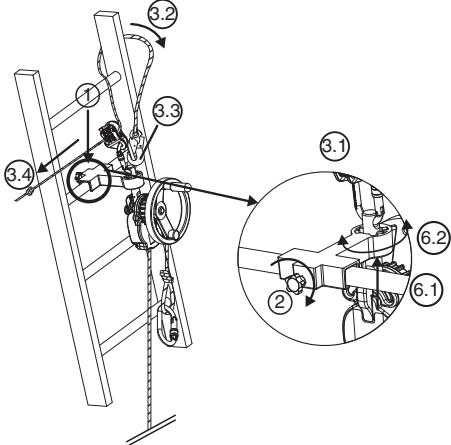

Fig. 7
### 6.3.3 Apparecchio DEROPE™ UP K (Fig. 7)
1. Posizionare la piccola console bloccabile sul piolo della scala nella posizione scelta per effettuare l'operazione di salvataggio, al di sopra della persona da evadere (fig. 7, 1).
2. Stringere l'asse di bloccaggio che si trova dietro la console di appoggio mediante il pulsante di serraggio (fig. 7, 2).
- Fissare il connettore del dispositivo di regolazione LCM 05 nel foro della parte superiore dell'asse di aggancio (fig. 7, 3.1).
- Far passare il cordino di sicurezza attorno al piolo della scala situato al di sopra della console avvolgendolo intorno ad uno dei montanti della scala (fig. 7, 3.2).
- Collegare il connettore del cordino di sicurezza al connettore del dispositivo di regolazione LCM 05 (fig. 7, 3.3).
- Tendere il cordino di sicurezza tirando sull'estremità libera (fig. 7, 3.4).
6. Orientare l'apparecchio DEROPE™ secondo la necessità modificando la posizione dell'asse di aggancio nel dispositivo di posizionamento (fig. 7, 6.1 – 6.2).